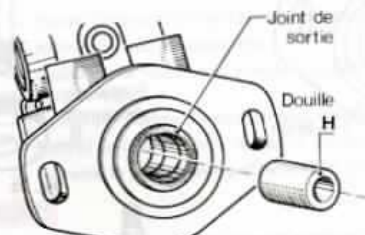

Fig. 35.
- Placer la douille (H) de protection du joint de sortie, à l'intérieur de celui-ci (fig. 35).